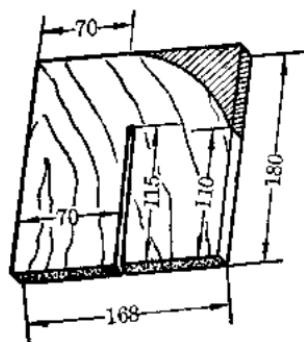

图 6
4. 做箱罩 i. 按图 6 在两块 $168 \times 180 \times 5$ （毫米）³板上各标出加工尺寸，然后各锯去画阴影部分的角，再锯出高 115 毫米的狭缝，便成罩的两块侧板。